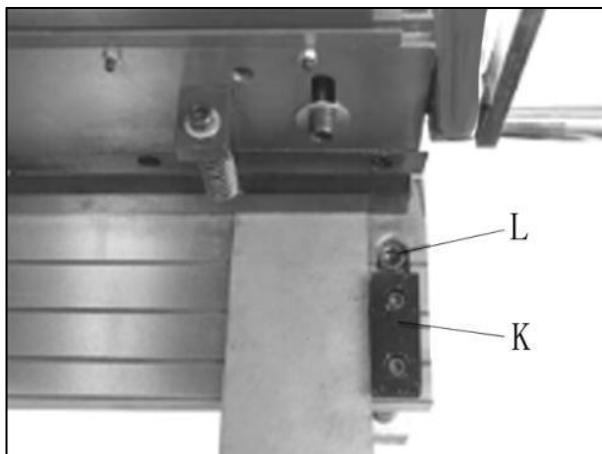

Figure 7
5. Placez la pièce contre le bloc de guidage sur le bord droit de la table (K, Figure 7). L'extrémité de la pièce doit être contre le guide plaque.
7. Si la cisaille ne coupe pas le papier, desserrez la vis (L, Figure 7) à chaque extrémité table, avec clé hexagonale de 6 mm.